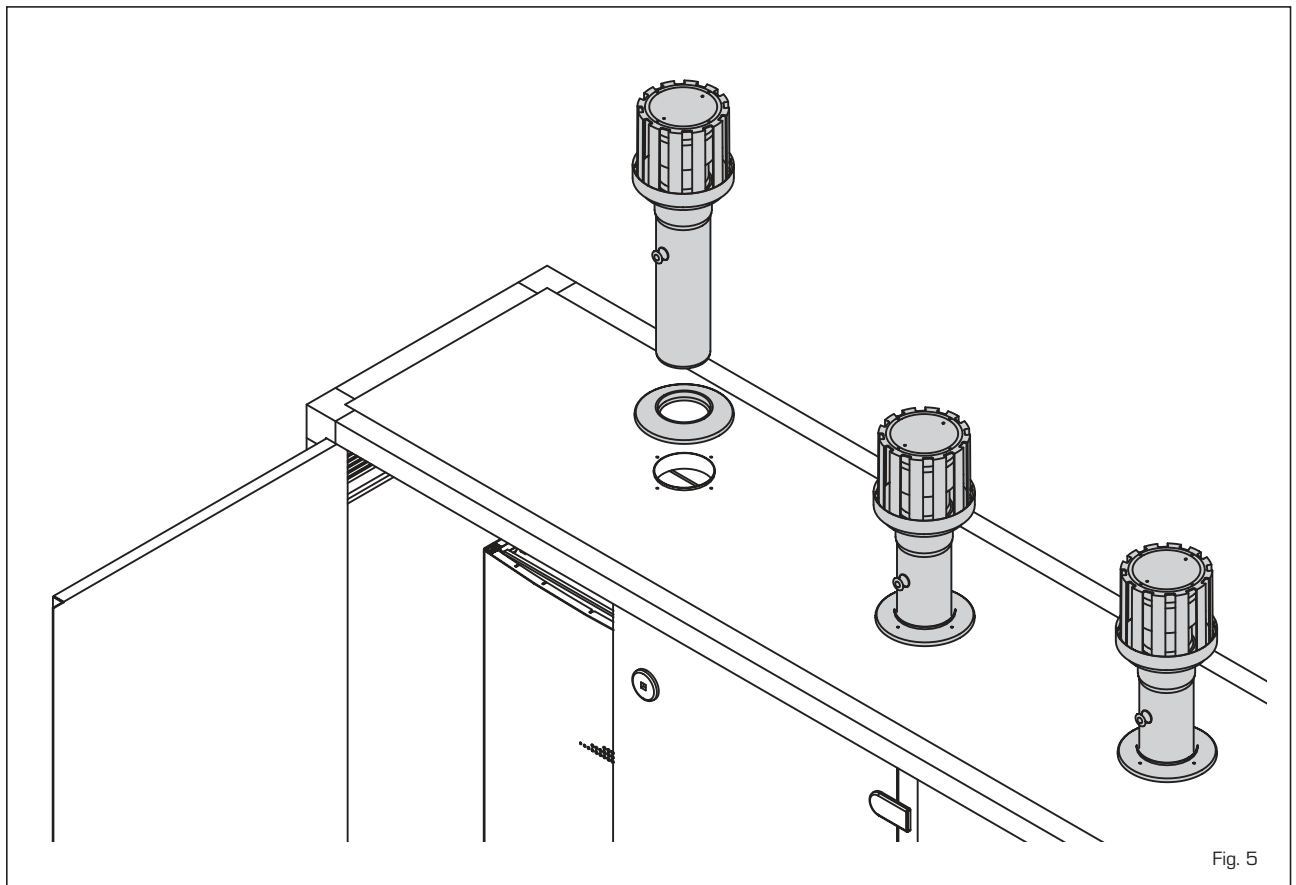

Fig. 5
2.6 DESCARGA HUMOS PARA INSTALACIÓN EXTERNA (fig. 5)
Para el montaje del accesorio incluido en el suministro a petición ver la fig. 5.